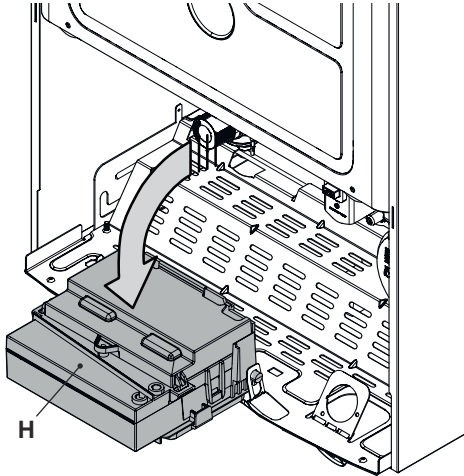

Рисунок 9.8
- Поверніть панель керування **H**, як показано на Рисунок 9.8, для легкого доступу до компонентів усередині котла